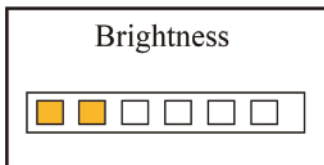

Figura 4.10A Configuração de brilho
- ▶ **Brilho:** Para definir o brilho da luz de fundo, 6 níveis opcionais, o padrão de fábrica é o nível 3. Veja figura 4.10A.